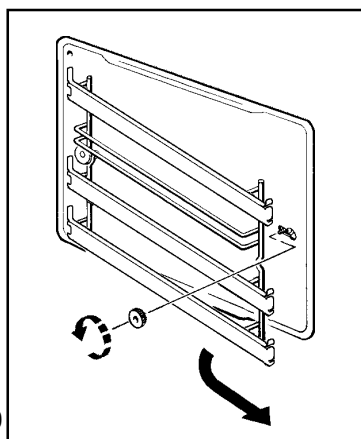

Fig. 10
1. Dévissez les vis de serrage des glissières et enlevez-les (Fig. 10)